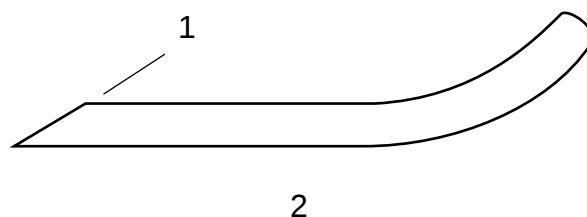

Fig. 18
5. Undersøk eggene på alle knivene. Kvesse knivene hvis nødvendig. Du må bare kvesse toppen av eggen og kvesse i den opprinnelige vinkel for å sikre at kniven holder seg kvass (fig. 18). Kniven holder seg i balanse hvis like mye metall fjernes fra begge egger.